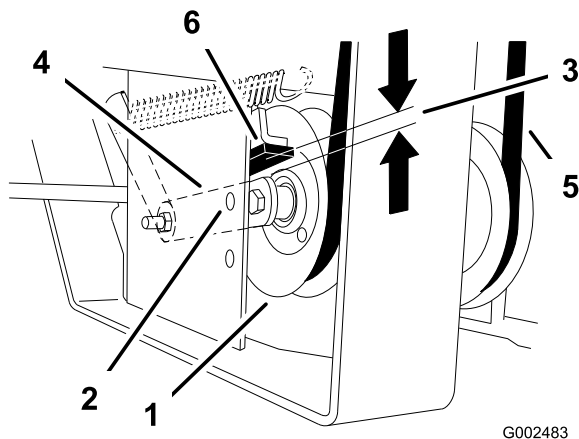

Figura 54
9. Compruebe la distancia entre el tope de caucho y el brazo de la polea tensora tensada con muelle una vez apretada la chapa de la polea tensora. Debe estar a una distancia de 0 a 6 mm (0 a 1/4 pulg.) del tope de caucho (Figura 54).